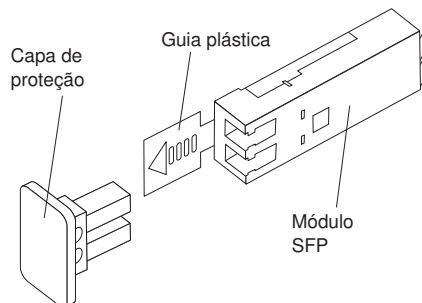

Figura 30. Módulo SFP (Small Form-factor Pluggable)
3. Remova a capa de proteção do módulo SFP, conforme mostrado na Figura 30. Guarde a capa de proteção para utilização posterior.